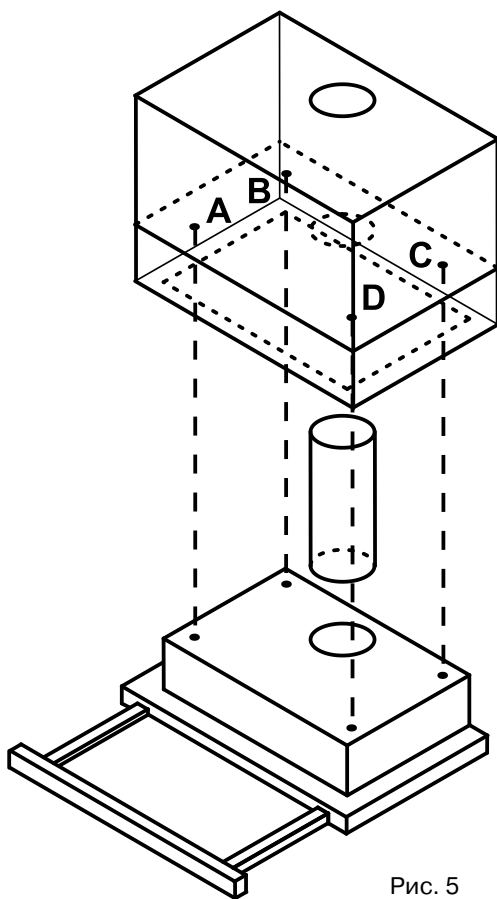

Рис. 5
1. В верхней части корпуса вытяжки имеется четыре отверстия, в которые вставлены пластиковые втулки. Эти отверстия используются для крепления вытяжки к подвесному шкафчику (см. рис. 5).